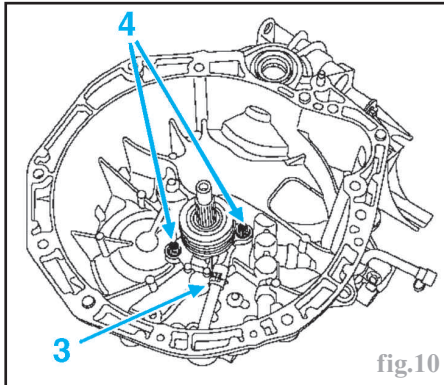

fig.10
- l'agrafe (3) du raccord hydraulique (fig.10),
- les deux vis (4) de fixation de la butée d'embrayage sur le carter d'embrayage,